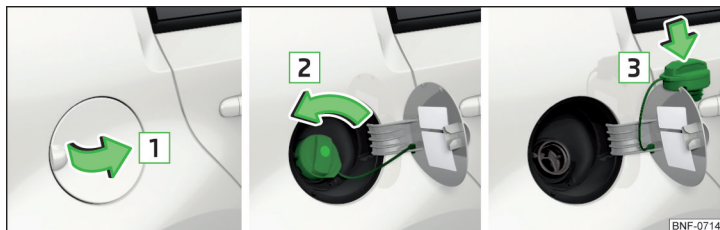

Fig. 103 Sådan klappes tankklappen op. / Sådan skrues tankdækslet ud. / Sådan sættes tankdækslet på tankklappen.
» Fig. 103 på side 101.
- Klap tankklappen op i pilens retning **1** » Fig. 103.